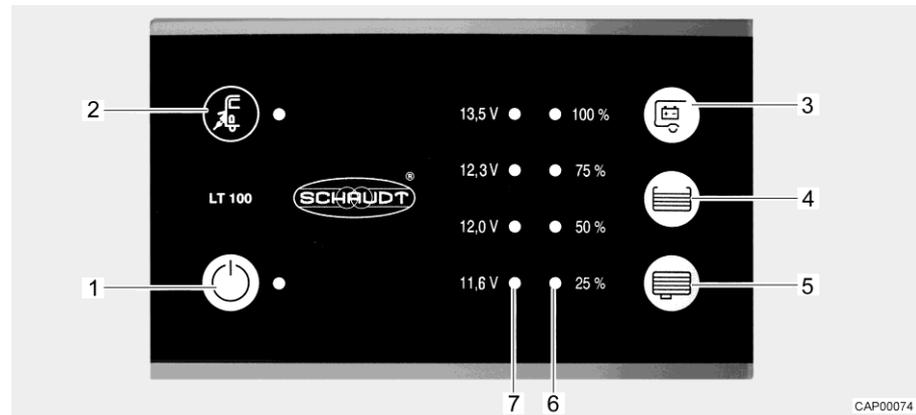

Fig. 46 Panneau de contrôle (LT 100)
La DEL jaune près du symbole de raccordement électrique "⚡" (Fig. 46,2) est allumée quand le véhicule est raccordé à une tension réseau externe. La DEL reste allumée quand le panneau de contrôle est éteint.
L'interrupteur principal 12 V (Fig. 46,1) établit ou coupe le panneau de contrôle et l'alimentation 12 V de la cellule.
- Appuyer sur l'interrupteur "⏻" (Fig. 46,1) : L'alimentation 12 V de la cellule est assurée. La DEL s'allume en vert.
- Appuyer de nouveau sur l'interrupteur "⏻" (Fig. 46,1) : L'alimentation 12 V de la cellule est coupée. La DEL s'éteint.
L'échelle DEL (Fig. 46,7) indique la tension de la batterie de cellule comme suit :
- Appuyer sur la touche "E" (Fig. 46,3) : La tension de la batterie de cellule est affichée.
L'échelle DEL (Fig. 46,6) indique le niveau de remplissage du réservoir d'eau fraîche ou de celui d'eaux usées.
Appuyer sur la touche "☰" (Fig. 46,4) : Le niveau de remplissage du réservoir d'eau fraîche est indiqué par les DEL allumées.
Appuyer sur la touche "☷" (Fig. 46,5) : Le niveau de remplissage du réservoir d'eaux usées est indiqué par les DEL allumées.